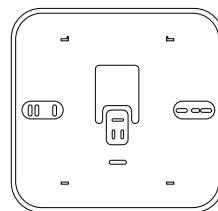
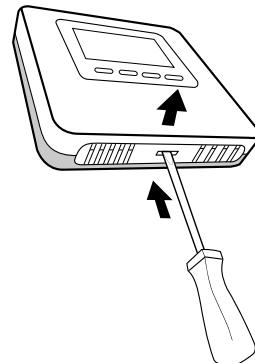

Fig. 10
Fig. 19
- Montați, dacă este necesar, placa de suport pe cutia electrică, din interiorul setului (Fig. 10).
Separăți baza de fixare exercitând o ușoară presiune pe limba din partea de jos (Fig. 19). Introduceți cele 2 baterii în compartimentul special conform sensului indicat pe aparat. Odată finalizată operațiunea, reposiționați Senzorul de mediu introducând mai întâi partea de sus, apoi rotind către partea de jos și apăsând delicat. Senzorul de mediu execută o monitorizare continuă a nivelului de încărcare a bateriei, a cărei durată este de circa 2 ani. Atunci când bateria este aproape desărcată, ecranul afișează simbolul “” (Fig. 10).